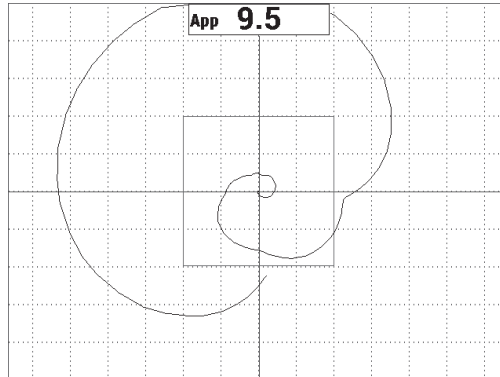

Figura 6-20 Exibição do rastreamento em tela cheia
5. Pressione a tecla FULL NEXT $\left(\overset{\square}{\rightarrow}\right)$ para exibir a tela cheia e, em seguida, rastreie os defeitos novamente (veja Figura 6-20 na página 144).